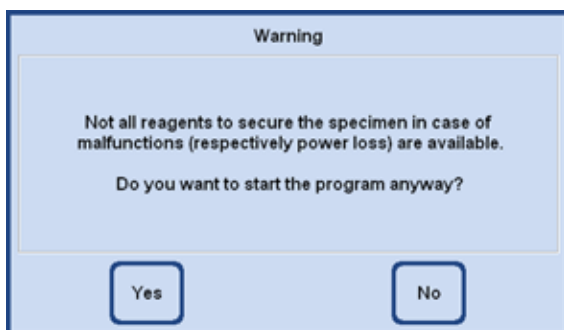

Fig. 245
- Dacă se utilizează un reactiv pentru care nu există niciun reactiv sigur în aparat la pornirea programului, apare un mesaj de avertizare (Fig. 245). Cu toate acestea, lansarea programului **NU** este întreruptă.